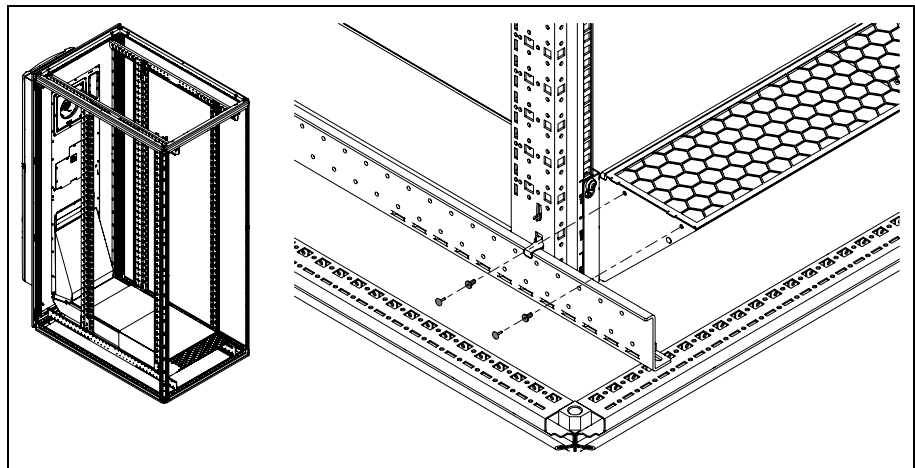

Abb. 24: Einsetzen der Spreiznieten
■ Fixieren Sie das Schutzgitter abschließend mit vier Spreiznieten (Abb. 24).